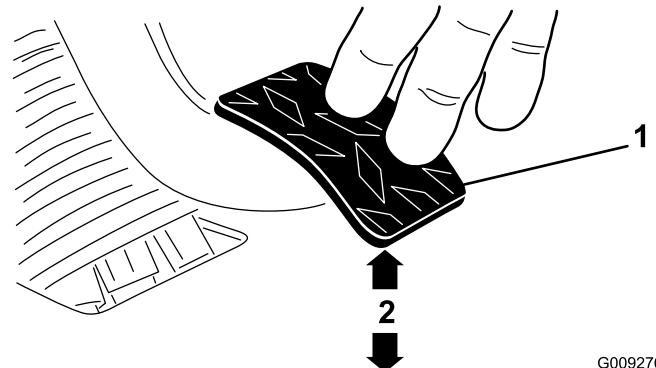

図 66
3. ジャムナットまたはボールジョイントを調整する； 1.8 kg の力でクラッチペダルを踏んだ時にペダルの裏面の下端が床のダイヤモンド柄の頂部から 9.5 ± 0.3 cm になるようにする（図 66）。